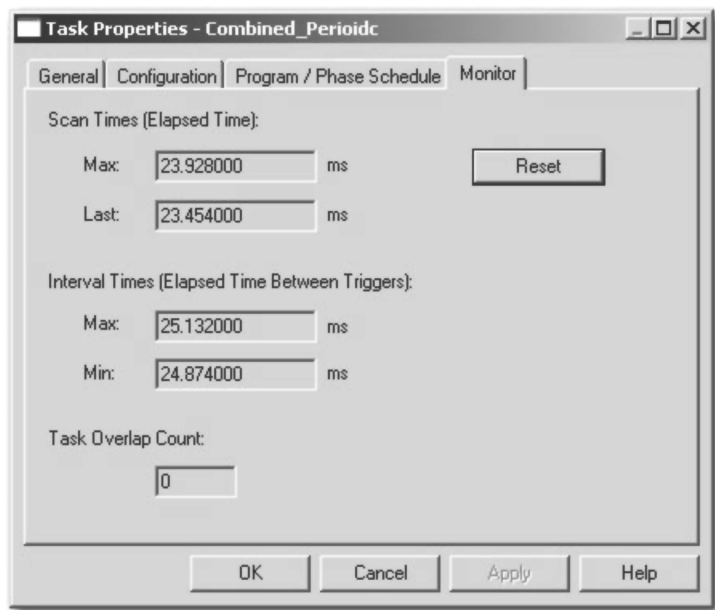

图 11-15 打开的任务属性窗口
32. 单击“监视”(Monitor)选项卡并单击“重置”(Reset)按钮,如图 11-15 所示。